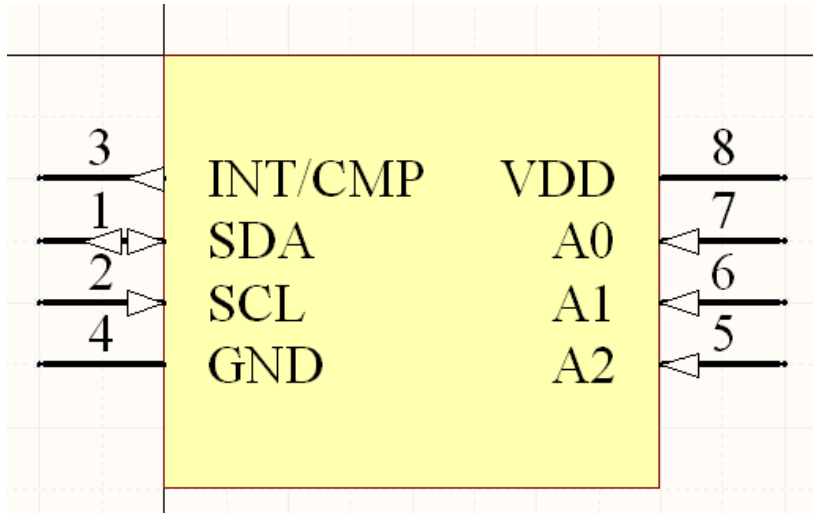

图 7 微芯片 TCN75 串行温度传感器
9. 为图 7 所示的器件创建图形表示。器件体为长方形，放置在图纸正中原点处。原点为两条暗色网格线构成的十字准线交点，可放大/缩小显示十字线和网格线。放置长方形时从原点开始，器件体为 80 单位宽 x 70 单位高，您可以使用 **Status bar** 上显示的坐标来引导。